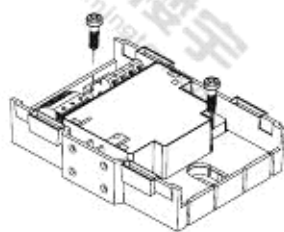

图 2
- 安装在控制器或开关柜内部：直接安装在平整表面上(图 2)。
1. 将模块放置在平整的表面上 (图 2)。